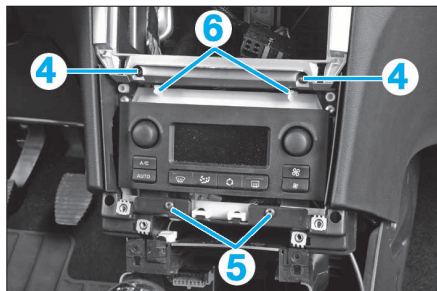

FIG. 10
- Déposer la partie supérieure de la façade centrale inférieure (3) en faisant passer le levier de vitesses à travers cette dernière, en prenant soin de ne pas détériorer le soufflet.
- Déposer les vis de fixation (4) et (5) de la façade de commande (Fig.10).
- Dégrafer la façade de commande en (6) et la faire basculer vers l'intérieur de la planche de bord.